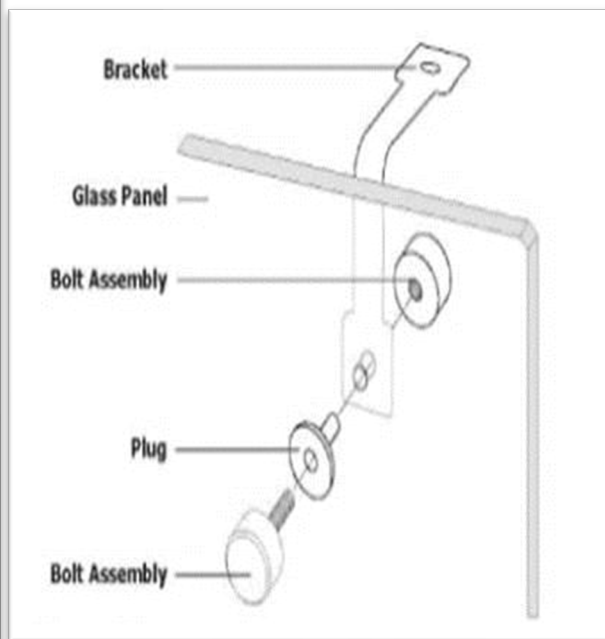

Abb. 2 Glasscheiben Befestigen / Pic. 2 Fixing glass panels
6. Stecken Sie die Kunststoffstopfen in die Löcher (siehe Abb. 2). Schrauben Sie die Haltewinkel mit den Bolzen an der Innenseite jeder Scheibe schrauben.
6. insert the plastic plugs into the holes (see fig. 2).